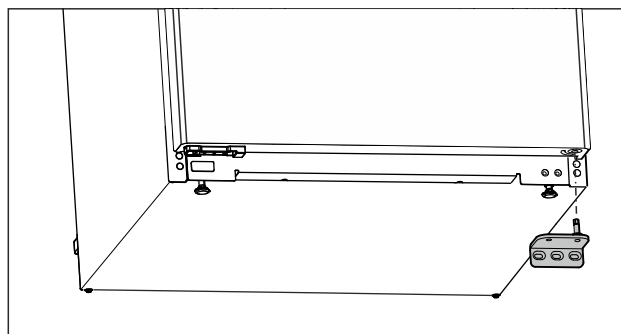

Fig. 16
- Verwijder de lagersteun naar beneden. (zie Fig. 16)